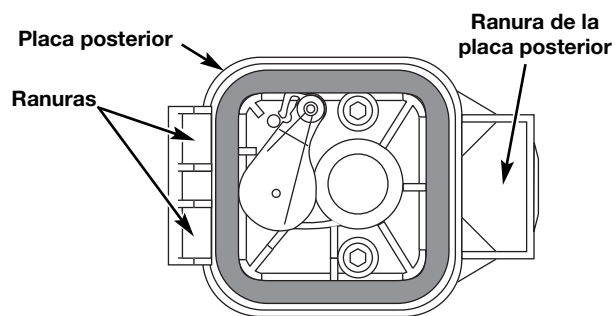

Fig. 30
6. Vuelva a colocar el filtro (Fig. 30).